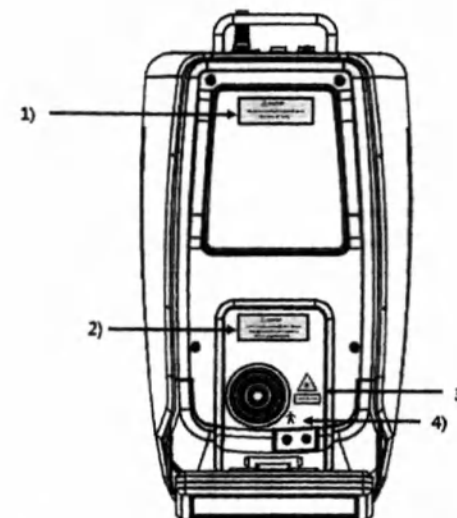

Рисунок 22 – Маркировка системы: верхняя панель основного блока
5.6.5 Маркировка основного блока: верхняя панель (рисунок 22, таблица 9).